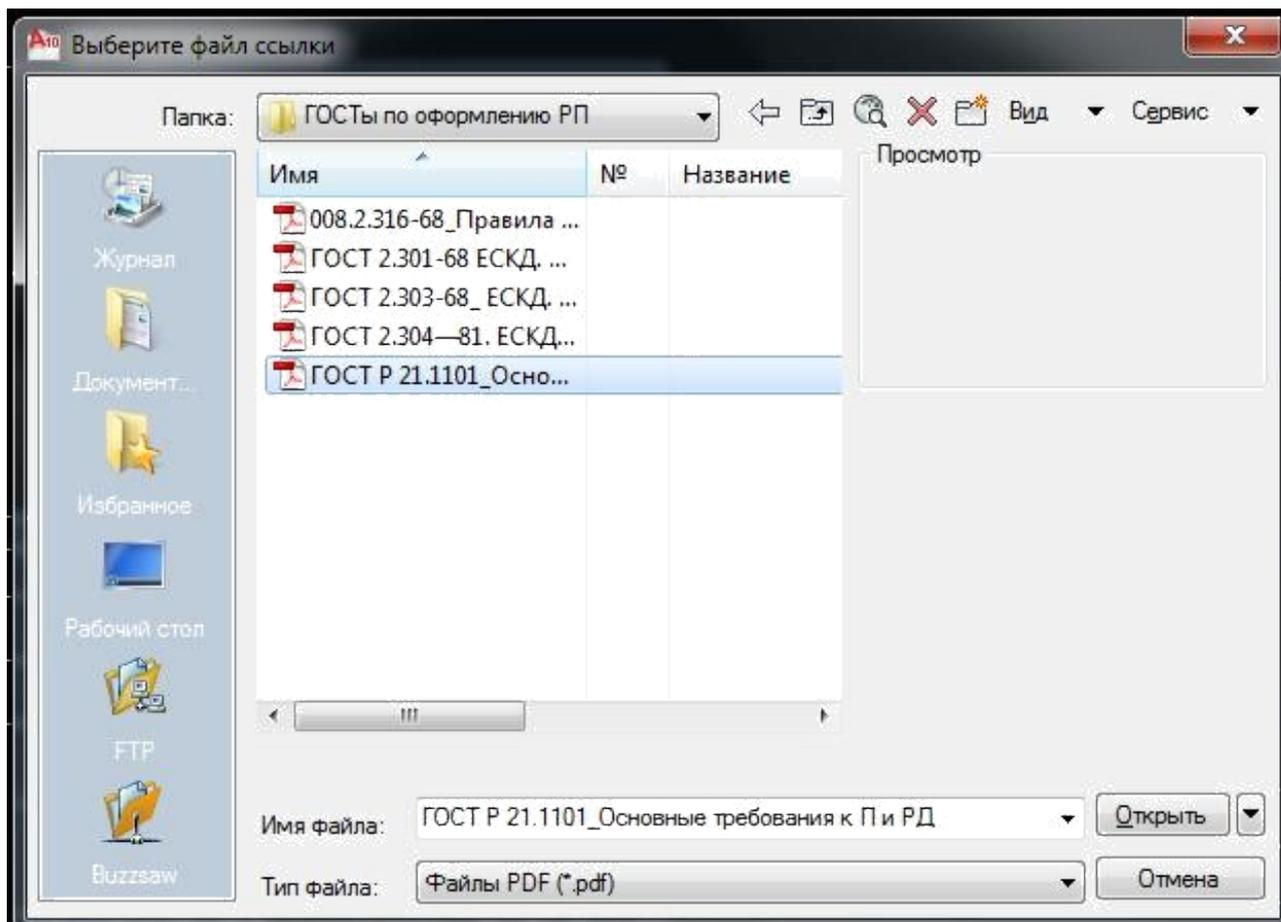

Рисунок 3.4. Всплывающее окно Выберите файл ссылки.
- Выберите меню Вставка ► Подложка PDF. Появится всплывающее окно Выберите файл ссылки, см. Рисунок 3.4.